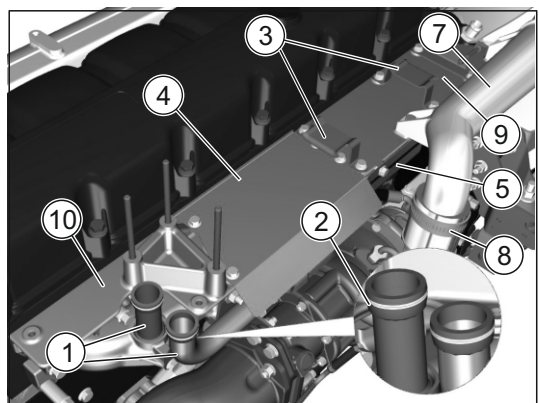

Рис.20. Снятие трубок подвода отработавших газов к заслонке EGR.
13. Вынуть 2 трубки (1) подвода отработавших газов из расточек выпускного коллектора. Снять 8 уплотнительных колец (2) с трубок (см. Рис. 20).
**Уплотнительные кольца (2) одноразового использования!**
14. Снять кронштейны (3), отвернув 4 болта их крепления.
15. Снять экран (4) теплозащитный средний, отвернув 4 болта его крепления.
16. Снять экран (5) боковой, отвернув 3 болта его крепления.
17. Снять патрубок (7) отводящий в сборе, отвернув 2 болта его крепления и ослабив хомуты (8) (см. Рис. 20).
18. Снять кронштейн (9) и кронштейн (10) со шпильками, отвернув болты их крепления (см. Рис. 20).